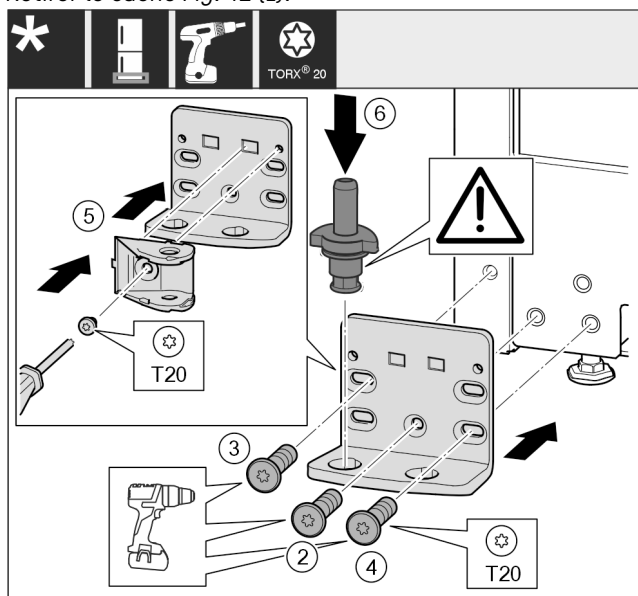

Fig. 43
- Placer le support de palier de l'autre côté et le visser avec un tournevis. Commencer par la vis Fig. 43 (2) en bas au milieu.
- Serrer la vis Fig. 43 (3) et la vis Fig. 43 (4).
- Tourner la liaison de l'amortisseur de fermeture Fig. 43 (5) de 180°. Le visser de l'autre côté du support de palier avec un tournevis.
- Insérer complètement l'axe de palier Fig. 43 (6). Veiller à ce que l'ergot soit orienté vers l'arrière.